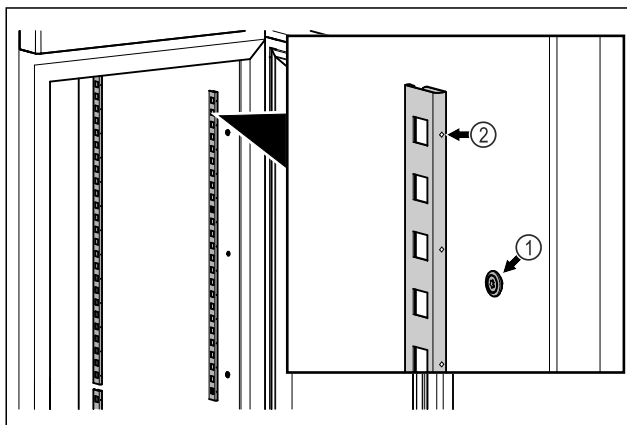

Fig. 48 Ilustrační zobrazení
- ▶ Zahákněte zářkové lišty do zavěšení Fig. 48 (1). Označení Fig. 48 (2) musí směřovat dopředu.